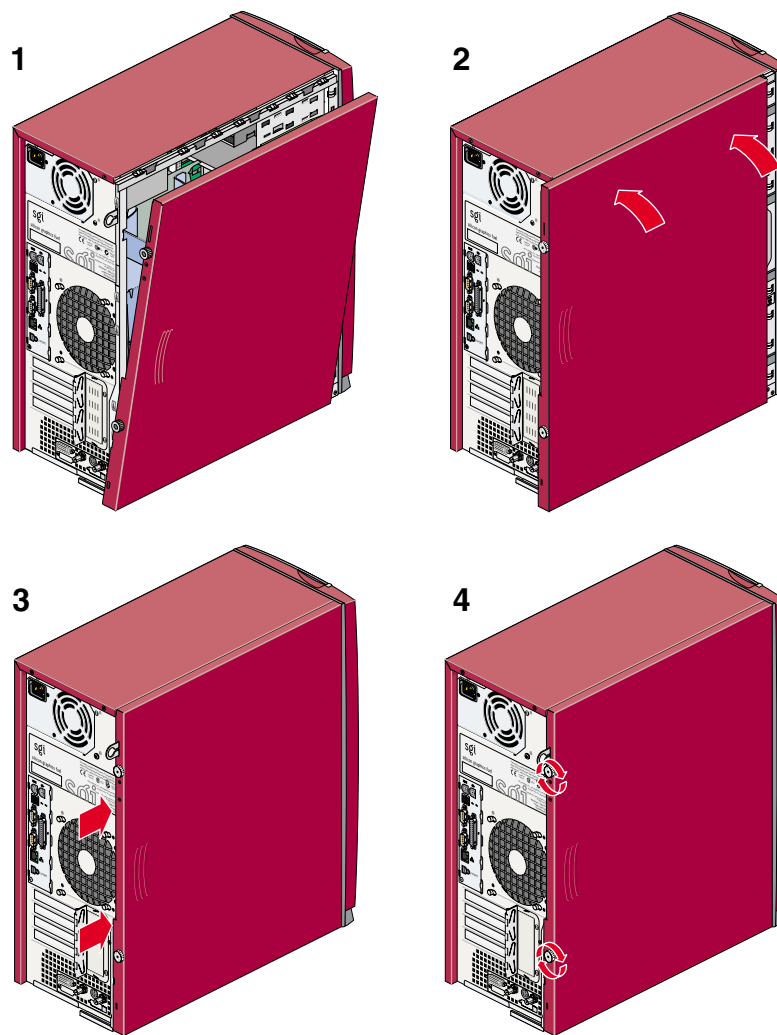

図4-7 サイド・パネルの再取付け
3. サイド・パネルを以下のように取付けます（図 4-7 を参照してください）。